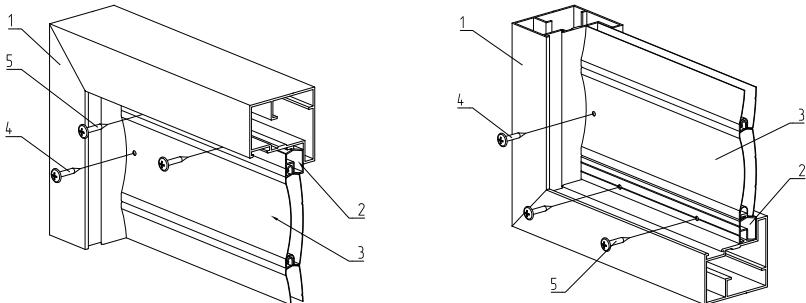

Рис. 18. Установка заполнения:
- Произвести разметку под сверление отверстий для крепления полотна заполнения в соответствии с рис. 18. При этом отверстия для крепления: